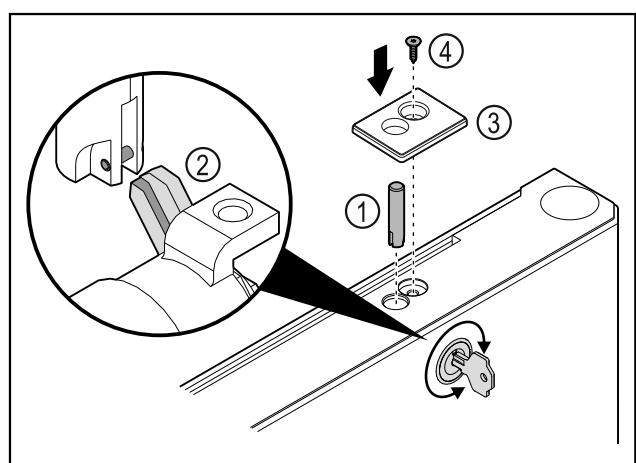

Fig. 46
- Nasadte čap zámku Fig. 46 (1).
- Zláhka otáčajte zámok, aby čap zámku Fig. 46 (2) zapadol do drážky zámku.
- Nasadte kryt Fig. 46 (3).
- Nasadte skrutku Fig. 46 (4).